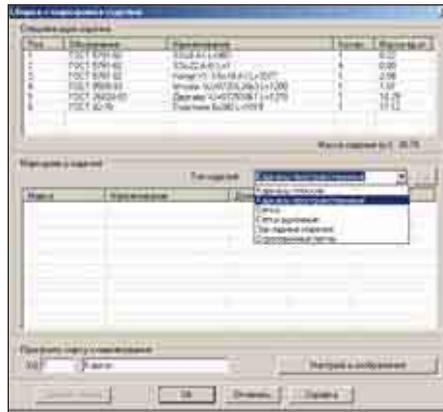

Рис. 27
- *Сборка и маркировка изделия* – предоставляет возможность собирать арматурные изделия (сетки, каркасы и закладные элементы) из одиночных элементов чертежа (рис. 27);